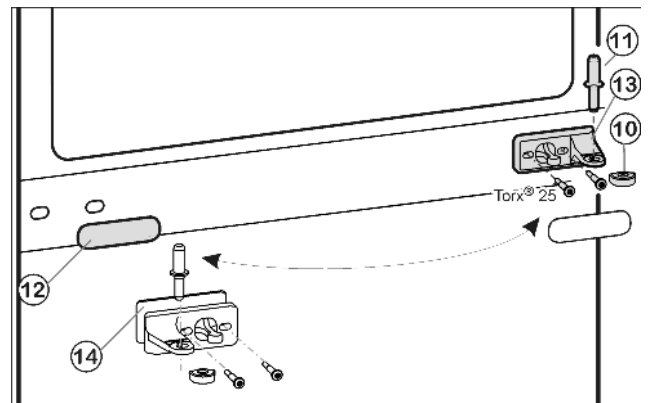
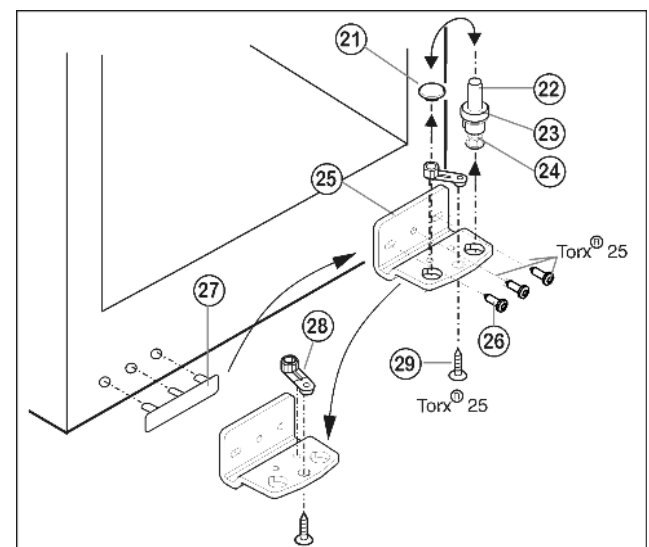

Fig. 9
Fig. 10
- ▶ Lagerbolzen Mitte Fig. 9 (11) aus dem Lagerbock und der unteren Tür herausziehen.
- ▶ Kunststoffkappe Fig. 9 (10) abziehen.
- ▶ Lagerbock Mitte Fig. 9 (13) abschrauben (2 mal Torx® 25).
- ▶ Abdeckblende Fig. 9 (12) vorsichtig abziehen.
- ▶ Lagerbock Mitte Fig. 9 (13) mit Unterlage Fig. 9 (14) um 180° gedreht auf die neue Scharnierseite fest (mit 4 Nm) anschrauben.
- ▶ Abdeckblende Fig. 9 (12) um 180° gedreht auf der neuen Griffseite wieder aufrasten.
- ▶ Lagerbolzen Fig. 10 (22) komplett, mit Scheibe Fig. 10 (23) und Stellfuß Fig. 10 (24), nach oben herausziehen.
- ▶ Stopfen Fig. 10 (21) abheben.
- ▶ Lagerbock Fig. 10 (25) abschrauben Fig. 10 (26).
- ▶ Lagerteil Fig. 10 (28) abschrauben Fig. 10 (29) und in das gegenüberliegende Aufnahmeloch des Lagerbocks umsetzen, wieder festschrauben.
- ▶ Griffseitige Abdeckung *Fig. 10 (27)* vorsichtig abheben und auf die Gegenseite umsetzen.
- ▶ Lagerbock *Fig. 10 (25)* auf der neuen Scharnierseite ggf. mit Hilfe eines Akkuschraubers **fest (mit 4 Nm)** wieder anschrauben.
- ▶ Stopfen *Fig. 10 (21)* in das andere Loch wieder einsetzen.
- ▶ Lagerbolzen *Fig. 10 (22)* komplett, mit Scheibe und Stellfuß, wieder einsetzen. Dabei darauf achten, dass der Rastnocken nach hinten zeigt.
- ▶ Untere Tür von oben auf Lagerbolzen unten *Fig. 10 (22)* aufsetzen.
- ▶ Die Kunststoffkappe *Fig. 9 (10)* wieder auf den Lagerbock Mitte *Fig. 9 (13)* aufsetzen.
- ▶ Lagerbolzen Mitte *Fig. 9 (11)* auf der neuen Scharnierseite durch den Lagerbock Mitte *Fig. 9 (13)* in die untere Tür einsetzen.
- ▶ Obere Tür auf den Lagerbolzen Mitte *Fig. 9 (11)* setzen.
- ▶ Die Türen eventuell über die beiden Langlöcher im Lagerbock unten *Fig. 10 (25)* und Lagerbock Mitte *Fig. 9 (13)* fluchtend zum Gerätegehäuse ausrichten. Dazu mittlere Schraube im Lagerbock unten *Fig. 10 (25)* herausdrehen.